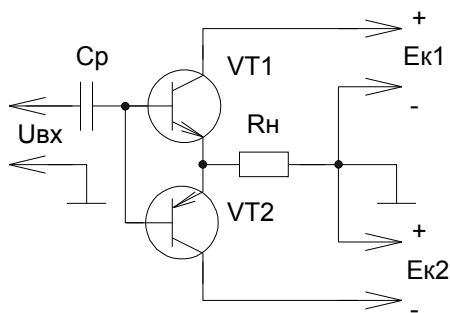

Рис. 254
**3) Двухтактный выходной бестрансформаторный каскад.** Наиболее широкое распространение в выходных усилителях получили бестрансформаторные каскады на транзисторах разного типа проводимости (смотрите рисунок 254).